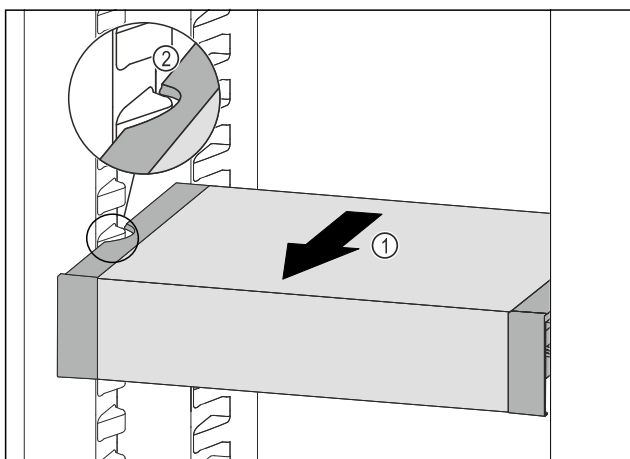

Fig. 142
- ▶ Vedä VarioSafe-laatikkoa eteenpäin Fig. 142 (1), kunnes VarioSafen sivuilla olevat lovet ovat jääkaappiosassa olevien kannattimien tasolla. Fig. 142 (2)